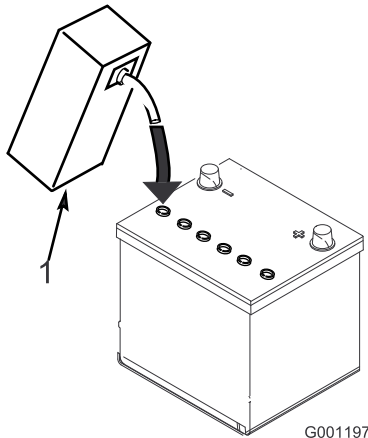

図 5
3. 各セルに慎重に電解液を満たす。電極板が6mm程度水没するぐらいが適当 (図 5)。
4. 電極板が液を吸収するまで20~30分間程度待つ。必要に応じて、電極板が6mm程度水没するぐらいに電解液を補充する(図 5)。